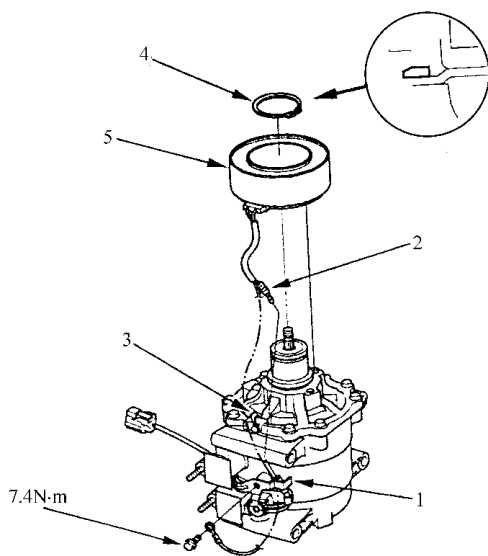

图 10-43 拆卸励磁线圈
4) 如图 10-43 所示，拆卸螺栓和固定架，然后，断开励磁线圈插接器。松开夹紧螺钉，来放松励磁线圈导线。用卡环钳拆卸卡环，然后拆卸励磁线圈。拆